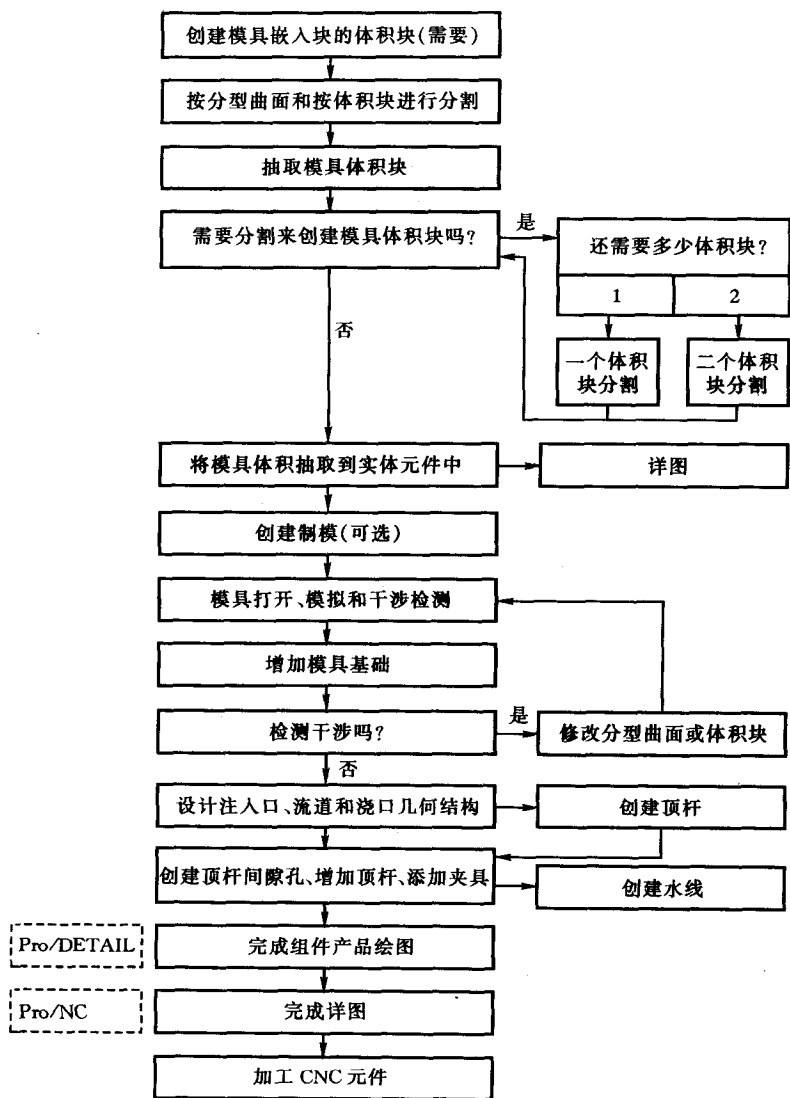

图 1.1 模具设计工作流程
- 在成型过程中,可以对设计模型进行更改。更改设计模型后,这些改变可在工程绘图、有限元建模、组件模型和成型信息等所有设计方面进行传播。由于模具设计工程师直接参照了参数设计模型,因此在所有中间过程步骤中都能反映所做的修改并将它们捕捉到成型模型中。一个典型的模具设计工作流程如图 1.1 所示。